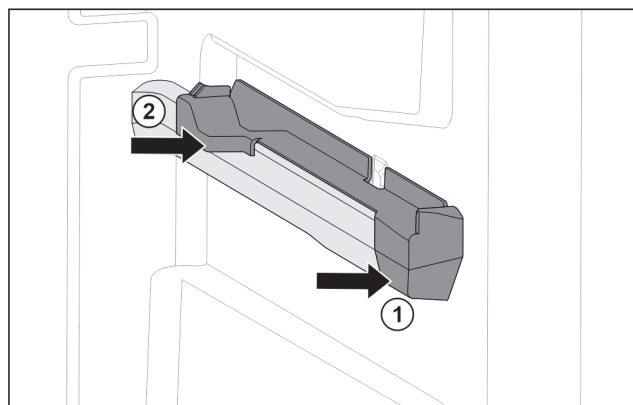

Fig. 129 Nasazovací díl na pravém žebrování na nádoby
- Nasad'te nasazovací díl na žebrování na nádoby. Fig. 129 (1)
- Přitlačte nasazovací díl k zadní části. Fig. 129 (2)